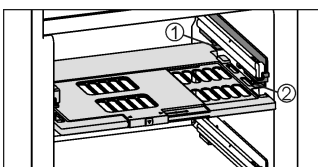

Fig. 8
▶ Установка пластины регулировки влажности: поперечные ребра крышки на пластине вставить через низ в задний держатель Fig. 8 (1) и защелкнуть спереди на держателе Fig. 8 (2).